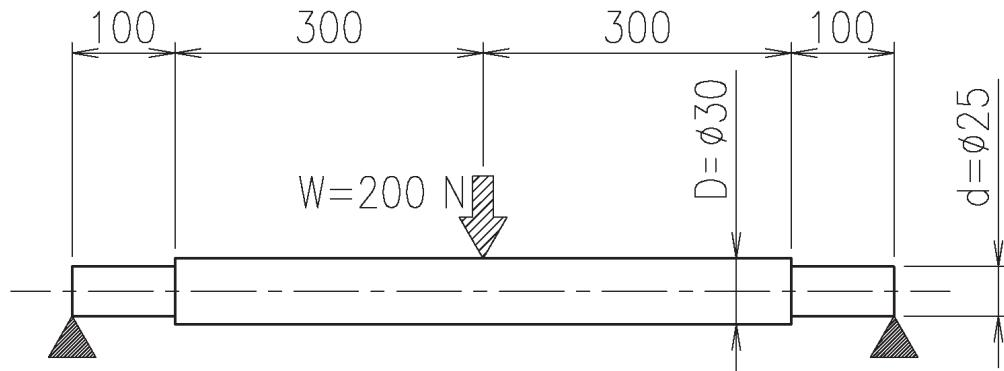
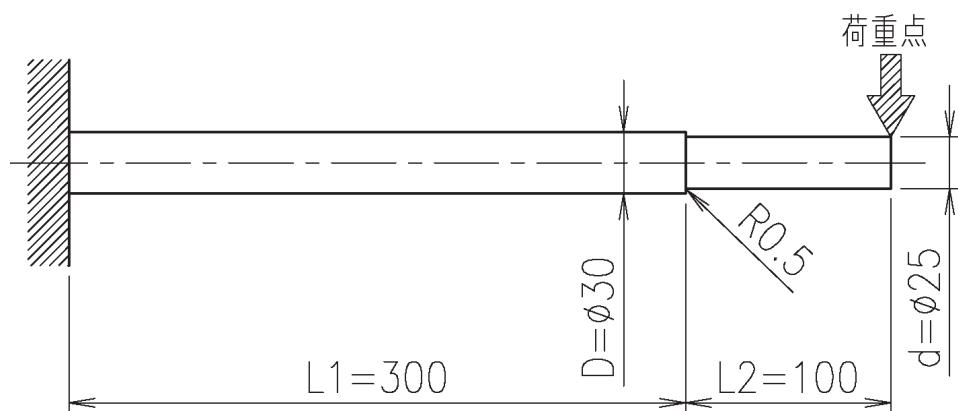

図1 両端段付き軸 検討図
図2 段付き軸のモデル化
2-2 図1に示す中央に集中荷重 $W=200$ Nが加わる、両端段付き軸を検討する。検討するうえで、図2に示す様な、先端に集中荷重が加わる、片持ちばかりにモデル化した。軸の材質はS45Cで縦弾性係数 $E=206$ GPaとするとき、以下の設問(1)～(3)に答えよ。解答は、解答用紙の解答欄に計算過程を含めて記述せよ。
- (1) 図2において、先端のたわみ量 δ [mm]を求めよ。なお、段付き部のコーナ部フィレットは無視すること。
- (2) 図1の両端段付き軸において、この軸の危険速度における回転数 N [min^{-1}]を求めよ。
- (3) 図2において、段付き部のコーナ部フィレット曲率半径 $r=0.5$ mmによる応力集中係数を考慮した段付き部の最大曲げ応力 σ_{\max} [MPa]を求めよ。